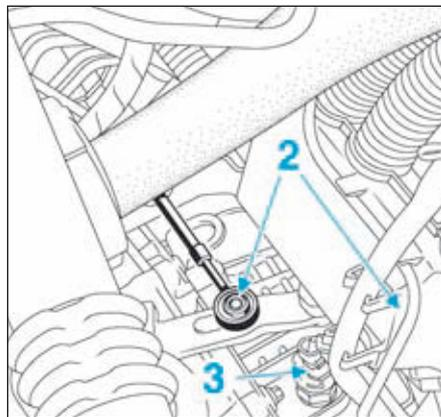

FIG.3
- Déposer les rotules (2) des câbles de commande de la boîte de vitesses (Fig.3).